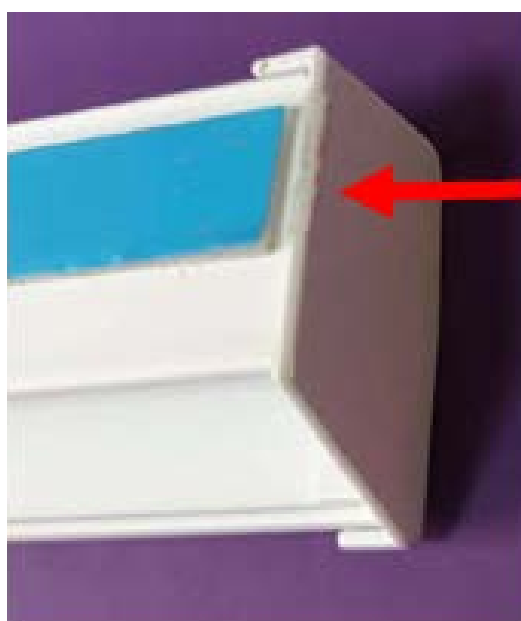

Рис.2.2
2.1.3. Вставить крышки направляющей тип «С» (311315-0225) в направляющие (Рис. 2.2).